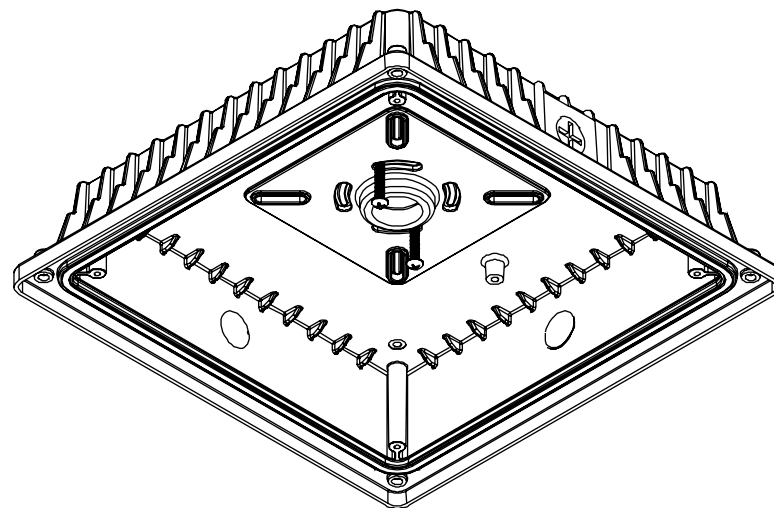

Figure 2
a. Installé à un boîtier de raccordement standard. Voir la figure 2.
- a. Installed to standard J-Box. See Fig 2.